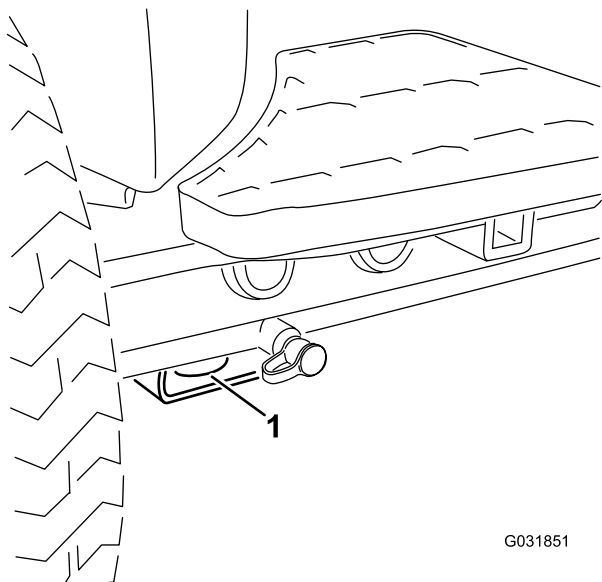
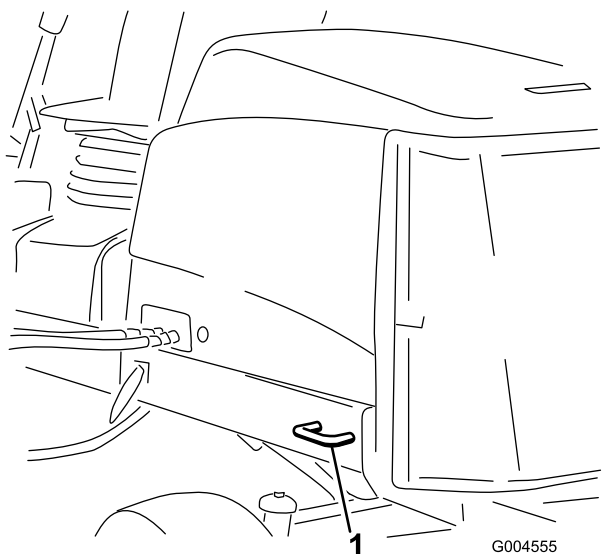

Figura 57
Figura 58
5. Utilizzate gli ancoraggi metallici sulla macchina per fissare saldamente la macchina al rimorchio o all'autocarro per mezzo di cinghie, catene, cavi o corde (Figura 57 e Figura 58).
- Anteriore – Foro nel supporto rettangolare, sotto il tubo dell'assale, all'interno delle ruote anteriori (Figura 57)
- Posteriori – ogni lato della macchina sul telaio posteriore (Figura 58)